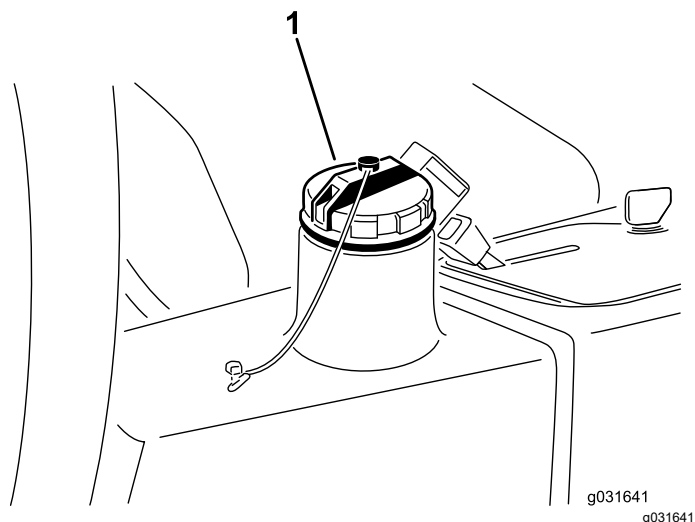

Figura 67
4. Riempite il serbatoio idraulico (Figura 67) con circa 13,2 litri di fluido idraulico; fate riferimento a Specifiche del fluido idraulico \(pagina 58\) e Controllo del livello del fluido idraulico \(pagina 58\).